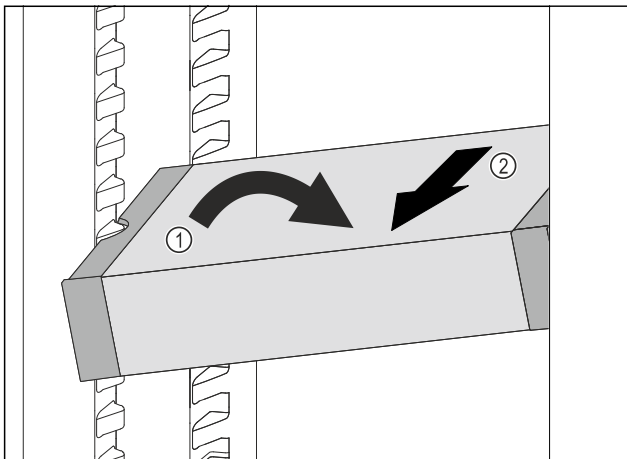

Fig. 66
- VarioSafe im Kühlteil schräg stellen. Fig. 66 (1)
- VarioSafe nach vorne entnehmen. Fig. 66 (2)